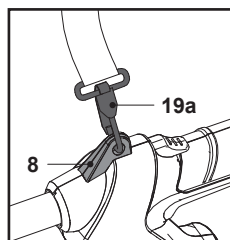

Fig. 14
4. Blochează hamul pe manșonul de agățare (8) (Fig. 14).